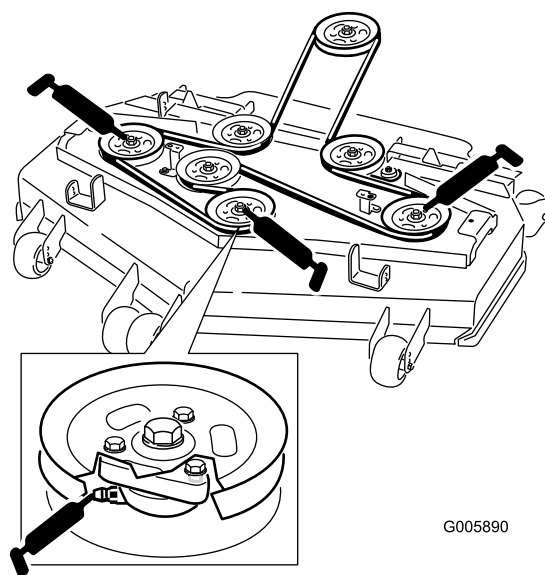

Figure 25
4. Lubrifiez les roulements des trois axes sous les poulies jusqu'à ce que la graisse sorte par les joints inférieurs (Figure 25).
5. Lubrifiez les graisseurs des bras de poussée (Figure 25).